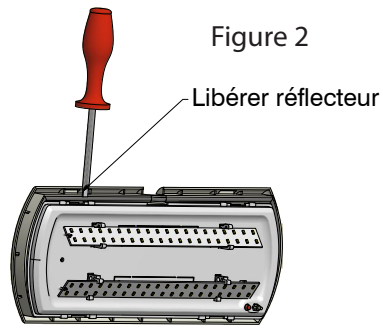

Figure 2
2. Placer le tournevis dans les rainures de blocage du réflecteur et tourner légèrement jusqu'à ce que chaque clip se dégage. Répéter pour les 4 rainures pour séparer le groupe réflecteur de la plaque arrière. (figure 2).